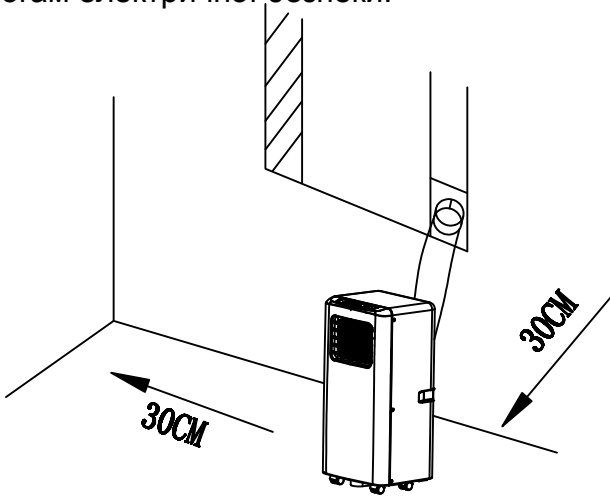

Fig. 8
- Кондиціонер для видалення повинен бути встановлений у плоскому та порожньому місці навколо. Не блокуйте вихід повітря. Необхідна відстань навколо повинна бути не менше 30см. (Див. Рис. 8)